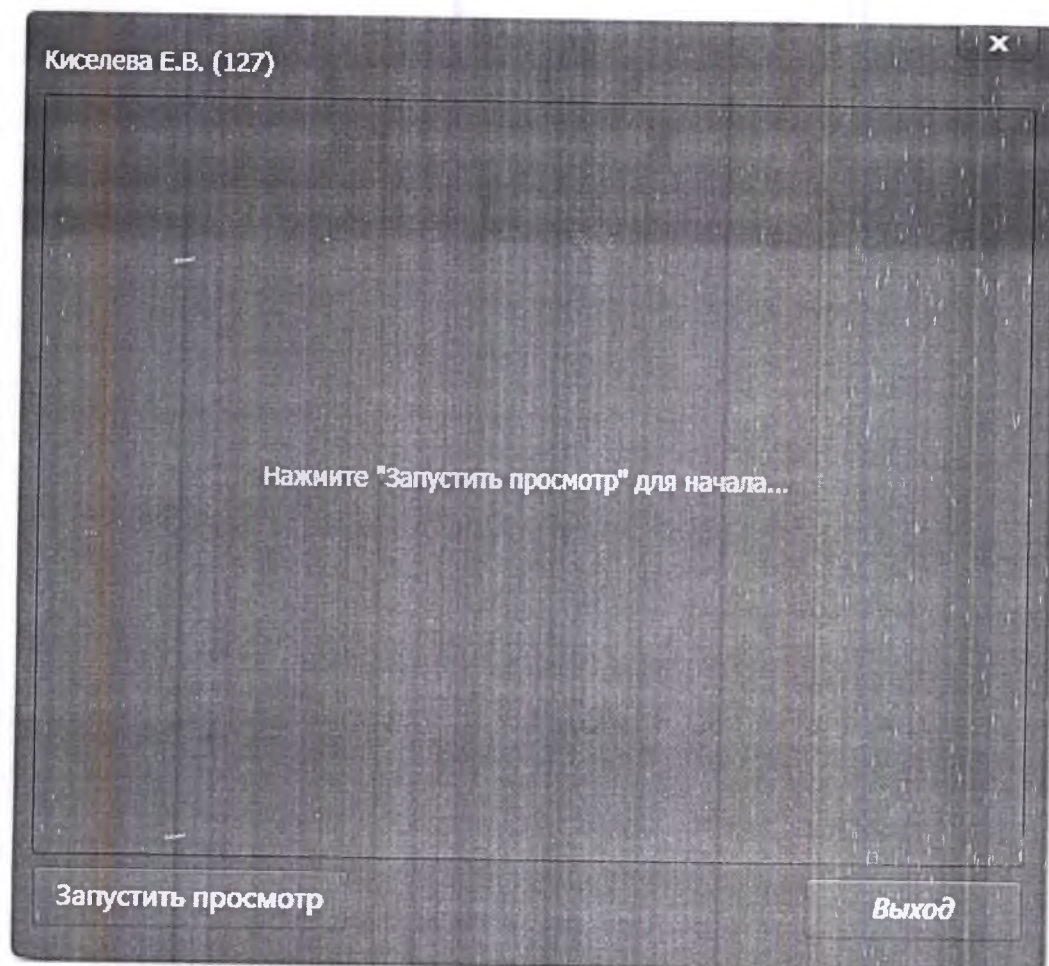

Рисунок 14 – Окно просмотра потока видеоинформации в реальном времени
10) кнопку  [Просмотр видеоинформации в реальном времени], осуществляющую запуск в отдельном окне (рисунок 14) режима просмотра потока видеоинформации с эндоскопической капсулы в реальном времени. Кнопка расположена в правой части строки исследования;